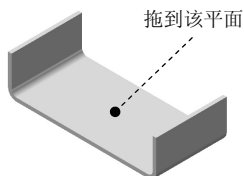

图 4.3.27 选取工具放置面
Step3. 单击“设计库”对话框中的 form\_tool 节点，在设计库下部的预览对话框中选择 form\_tool\_021 文件并拖动到图 4.3.27 所示的平面，在系统弹出的“成型工具特征”对话框中单击  按钮。